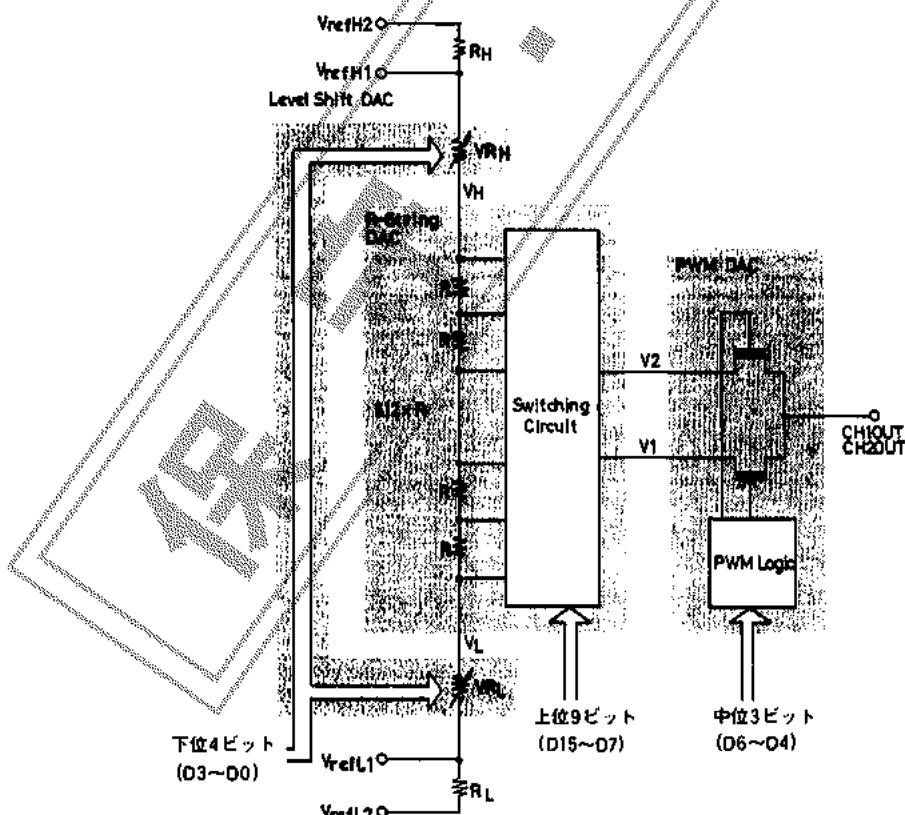

図1 LC7881のD/A変換方式
(2) 変換動作(図1参照)
(3)Vref端子(図1参照)
LC7881に内蔵されている抵抗RH, RL(図1参照)の効果で最大出力振幅は、およそ2Vp-pに絞られる。